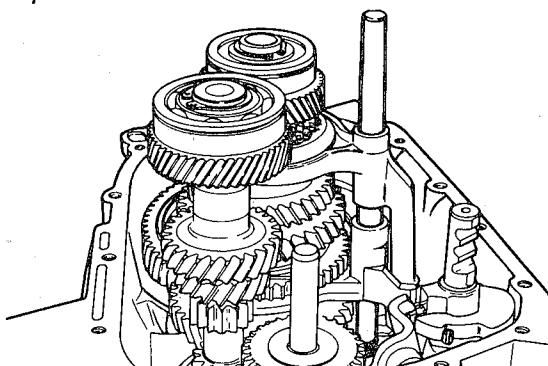

fig. 59
14. Remover o eixo-guia dos garfos seletores e retirar os garfos (fig. 59) — caixa de mudanças de 4 marchas